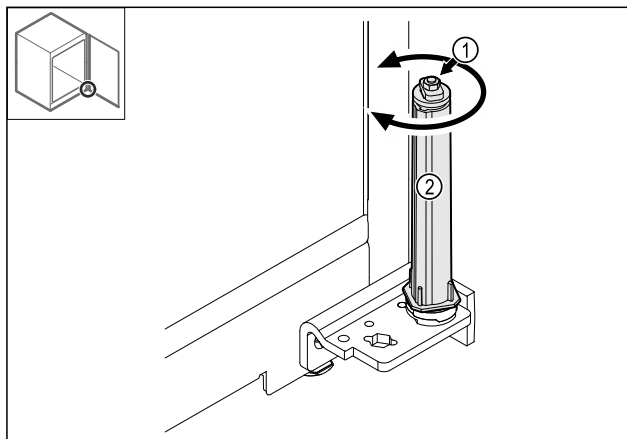

Fig. 40
- Не разглобявайте винтовото съединение Fig. 40 (1) на затварящата система.
- Въртете затварящата система Fig. 40 (2), докато тя щракне.